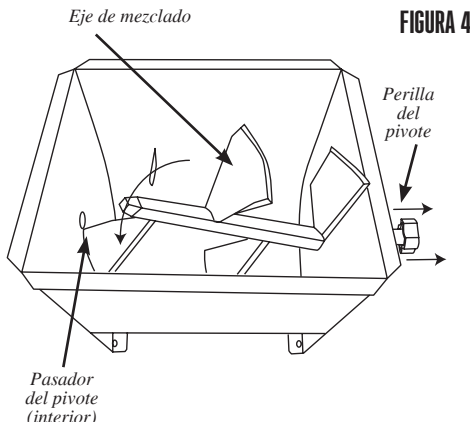

FIGURA 4
8. Mientras sujeta el eje de mezclado en su lugar, tire de la perilla del pivote hacia fuera hasta que deje de moverse. Alinee el eje de mezclado con el pasador de bronce del pivote. Lentamente libere la perilla del pivote para dejar que el pasador de bronce del pivote se asiente sobre el casquillo (**FIGURA 4**).